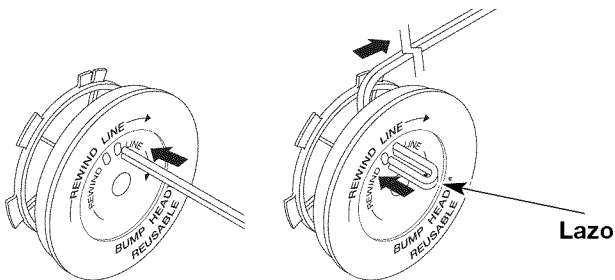

Fig. 21
8. Tome aproximadamente 2.7 m (9 pies) de nueva línea de corte. Inserte un extremo de la línea a través de uno de los orificios del carrete interior (Fig. 21). Pase la línea a través del carrete interior hasta que queden sólo 4 pulgadas fuera.
9. Inserte el extremo de la línea en el orificio abierto del carrete interior y tire de la línea en forma ajustada a fin de que el lazo sea lo más pequeño posible (Fig. 21).